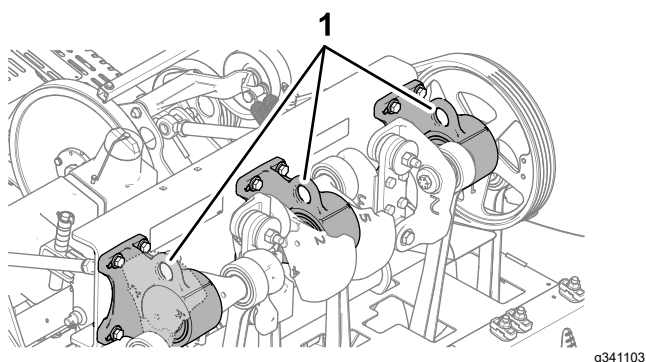

Figura 3
**Notă:** Dacă este disponibil, utilizați un echipament de ridicare pentru a ridica partea din spate a mainii. Utilizați urechile din carcasa rulmenților capului de carotaj ca puncte de fixare a echipamentului de ridicare (Figura 3).